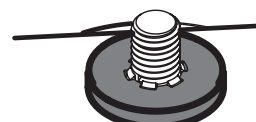

Figura 42
2. Con cuidado coloque la arandela plana en el eje del husillo. Asegúrese de que las ranuras en la base de las roscas del eje de husillo se alineen con las ranuras de la arandela. Consulte la Figura 42.